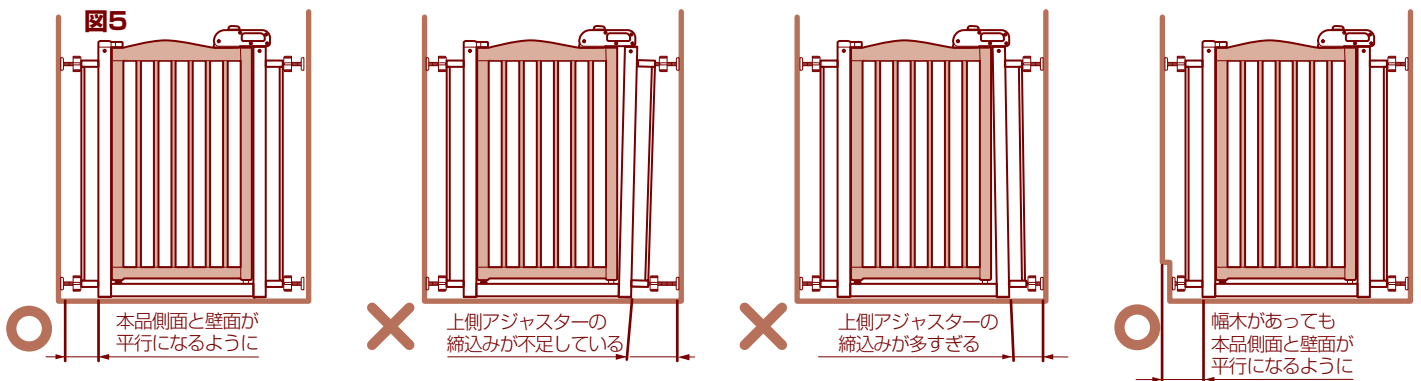

図5
- 3 下側のアジャスターノブを回し、しっかり突っ張らせて、本品側面が壁面と平行になるように設置して下さい。(図5参照)